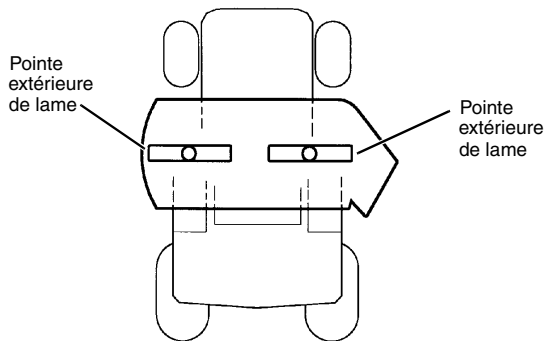

FIGURE 30
- Mesurer la hauteur entre le sol à niveau et la pointe extérieure des lames de droite et de gauche (voir FIGURE 30). La différence entre les deux mesures ne doit pas dépasser **6 mm (1/4 po)**.